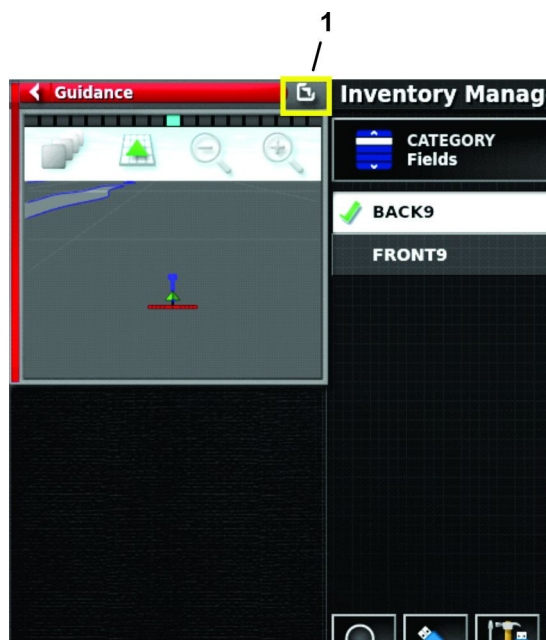

Figure 71
5. Appuyez sur l'icône REVENIR AU PLEIN ÉCRAN (Figure 71).